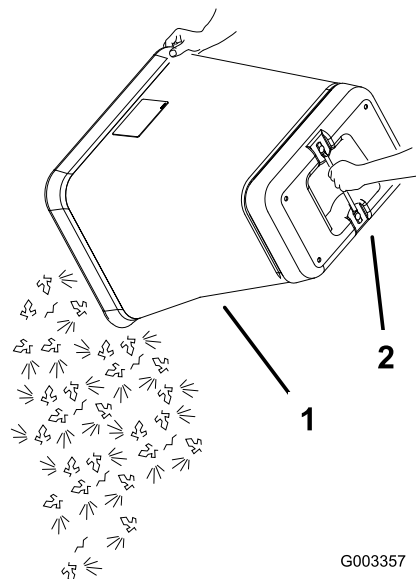

図 25
6. バッグの下についている取っ手を握り、バッグを上下逆さまにして刈かすを捨てる 図 25。